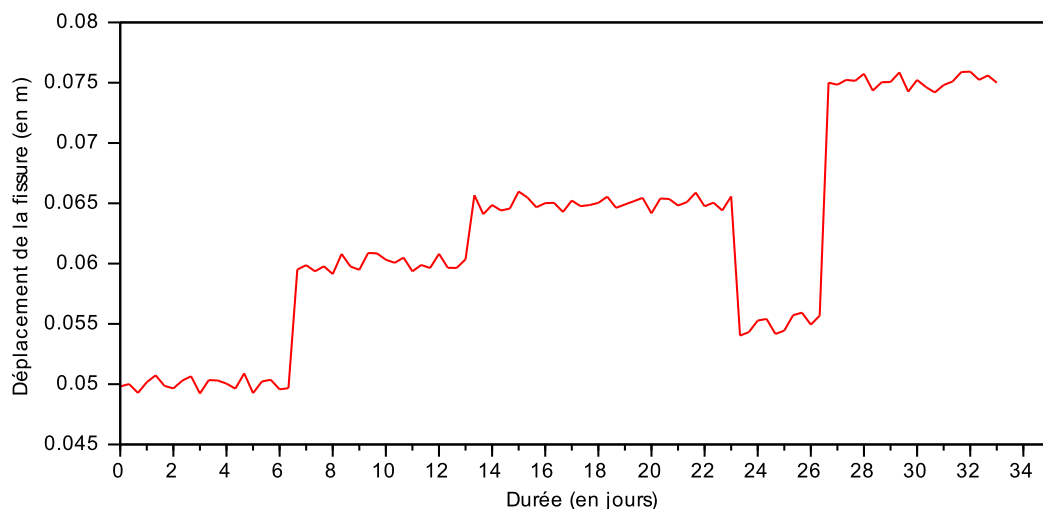

FIGURE 5 – Évolution de la largeur de la fissure en fonction du temps.
La figure affichée est donnée sur la FIGURE 5.
**Q30.** Donner les commandes qui ont été nécessaires pour réaliser l'affichage de la FIGURE 5, sachant que seule une valeur sur 10 est tracée.